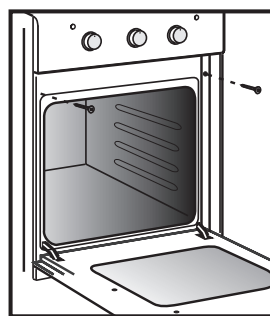

Рис.15
- Духовка устанавливается на дно ниши и закрепляется спереди винтами с шайбами (рис. 15), прилагаемыми в комплекте.